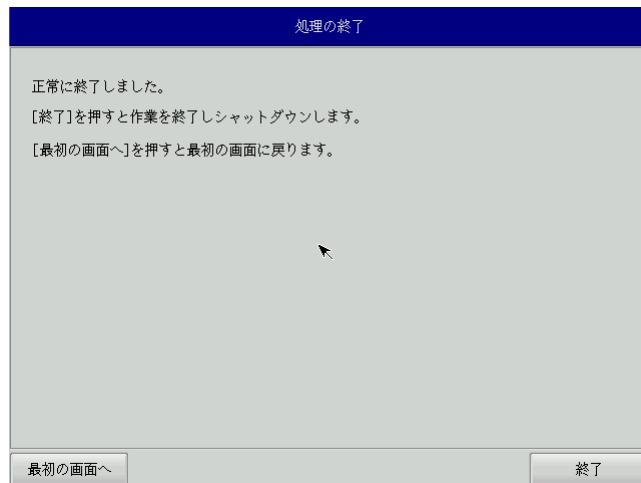

図 5-3-8. 終了画面
- ⑪ 終了画面（図 5-3-8）が表示されるとバックアップ作業は完了です。[終了]ボタンを押して電源を落してください。